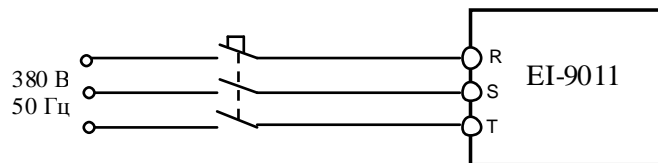

Рис. 4.8. Подключение ПЧ к сети 3ф 380В
4.8.2. Подать напряжение питания 3Ф ~380 В на преобразователь, как показано на рис. 4.8.
H3-08 = 0	Клемма 14 – сигнал управления 0...10 В, (для сигнала 0...10 В клеммы 14 перемычку J1 на плате ЦП удалить – см. рис. 4.8);